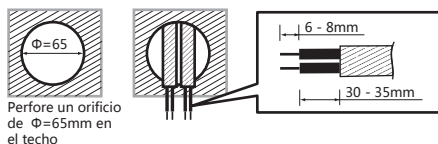

FIG.10
- Realice un orificio de 65mm de diametro en la placa del techo para sacar los cables de alimentación. Pele 6 - 8mm de cable para realizar la conexión (Ver FIG.10).